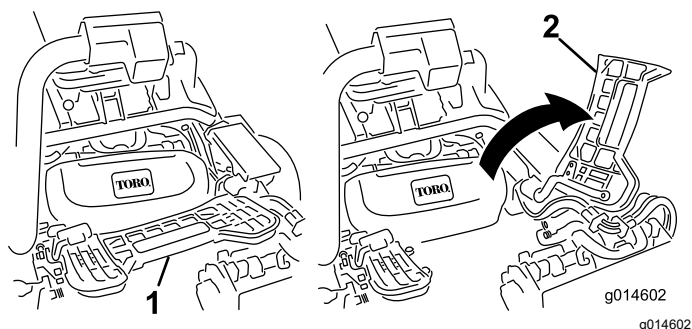

図 51
1. フットレストを跳ね上げて開き、中央カッティングユニット取り付け位置へのアクセスを確保する図 51。